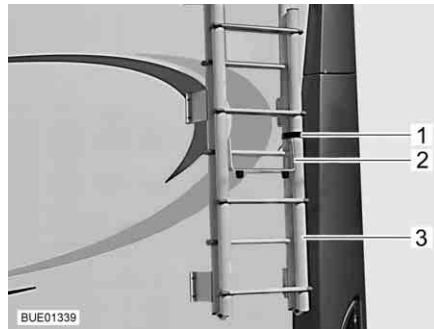

Bild 1 Leiter nach oben geklappt
- Riemen (Bild 1,1) an der Leiter (Bild 1,3) am Heck des Fahrzeugs öffnen.
- Schutzbügel (Bild 1,2) ausklappen.